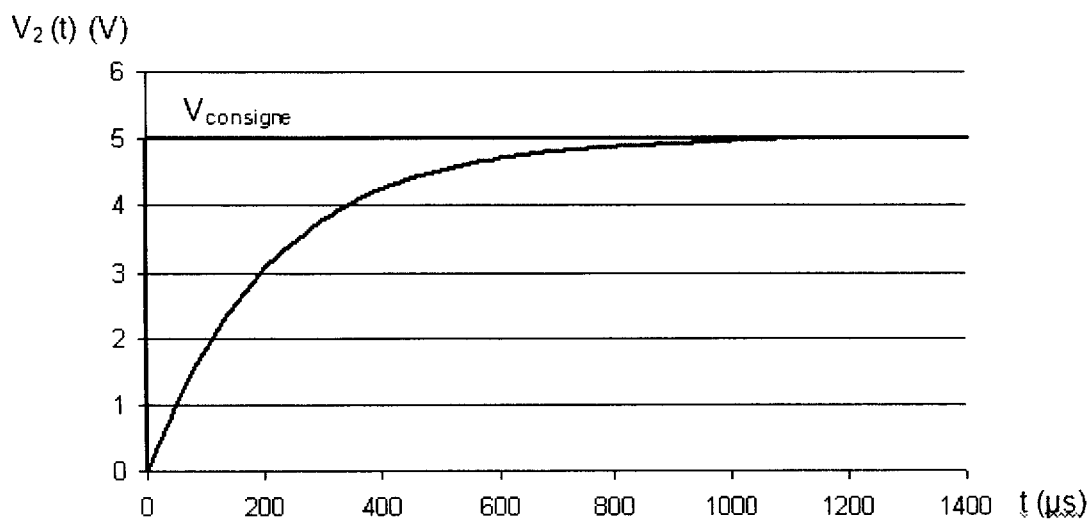

FIGURE 11
La tension  $V_2$  est représentée sur la FIGURE 11 du DOCUMENT REPONSE N°3 lorsque la tension  $V_{\text{consigne}}$  passe de 0 à 5 V (à l'instant  $t = 0$ ).
1.1 Déterminer graphiquement, à l'aide de la figure 11, la constante de temps  $\tau$  par la méthode de votre choix.